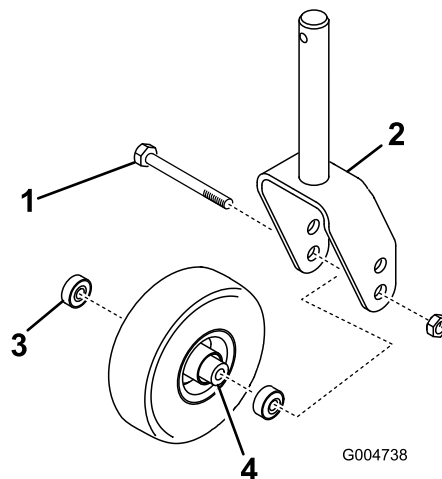

Figura 30
2. Retire o rolamento do cubo da roda e deixe cair o espaçador do rolamento para fora (Figura 30). Retire o rolamento do lado oposto ao do cubo da roda.